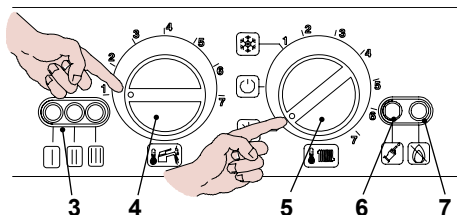

Figura 9.8
- Alimentate elettricamente la caldaia azionando l'interruttore bipolare previsto nella installazione; la lampada di segnalazione 3 in Figura 9.8 lampeggia ogni 4 secondi.
- Posizionare il selettore 5 come indicato in Figura 9.8; la lampada di segnalazione 3 lampeggia ad intermittenza circa ogni 2 secondi.
- Tenere premuto il pulsante di ripristino 6 in Figura 9.8 per circa 10 secondi, la lampada di blocco 7 in Figura 9.8 inizierà a lampeggiare.
- Per settare la funzione spazzacamino le spie di segnalazione 3 in Figura 9.8 devono essere visualizzate come in Figura 9.9 (leggenda spie a pag. 38)
- Ripremere il pulsante di ripristino 6 in Figura 9.8 per circa 5 secondi, la lampada di blocco 7 in Figura 9.8 si spegne, mentre le spie di segnalazione 3 in Figura 9.8 lampeggiano in maniera richiesta potenza riscaldamento Figura 9.10